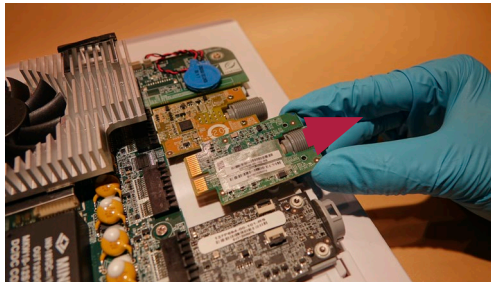

Abbildung 17 Entfernen der VDI-Karte
f) Ziehen Sie die VDI-Karte aus dem Hauptkartenanschluss heraus (Abbildung 17)